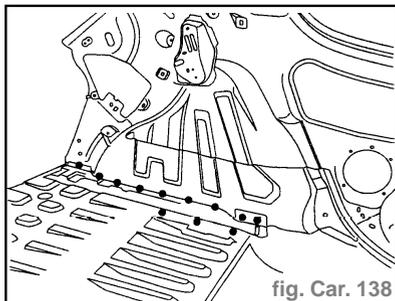

fig. Car. 138
- Souder par points bouchons au MIG (fig. Car. 138). Soudage systématique.